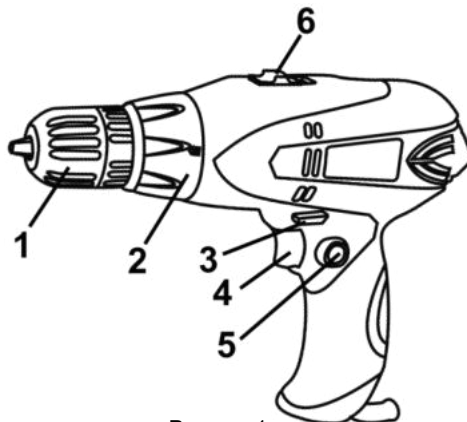

Рисунок 1
4.1 Встановіть необхідний крутний момент за допомогою кільця регулятора моменту затягування (2) (див. рисунок 1).
4.3 Для в'імкнення виробу натисніть на курок вимикача (4) (рисунок 1). Для в'ідключення виробу слід курок відпустити. Регулювання швидкості обертання патрона здійснюється ступенем натискання на клавішу вимикача.